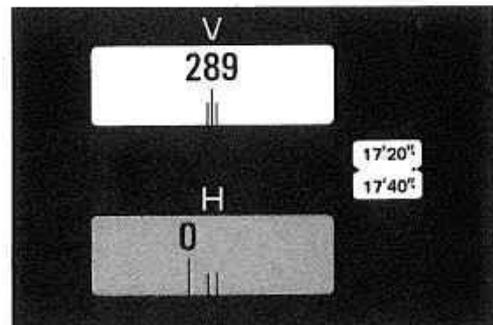

図28
- 2) 望遠鏡反の位置で目標Aを視準し、読みをℓとします。(図28)